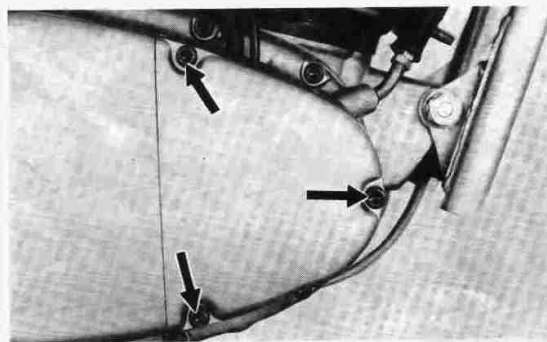

Fig.3-2-7
3. Remove oil pump cover. (Fig. 3-2-7)
3. Enlevez le couvercle de la pompe à huile. (Fig. 3-2-7)